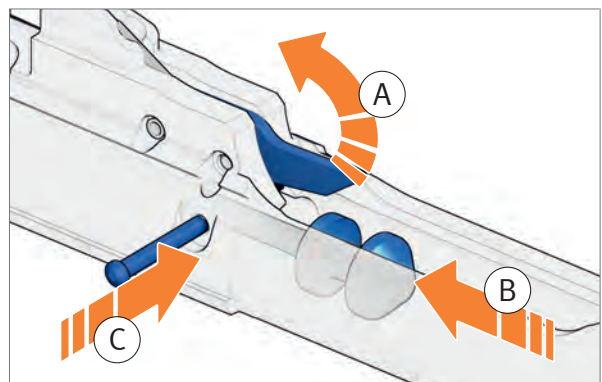

Abb. 118: Haltebolzen in den Verschlusssträger drücken
5. Schlagbolzensicherung anheben und halten (Abb. 118).
6. Schlagbolzen und Druckfeder für Schlagbolzen von hinten bis zum Anschlag in den Verschlusssträger drücken und halten (Abb. 118).
7. Haltebolzen vollständig in den Verschlusssträger drücken (Abb. 118).